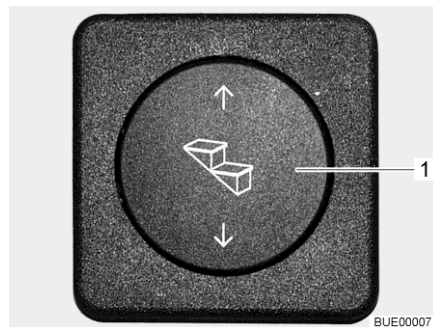

Bild 2 Reglage fotsteg
- Köra ut: ■ Tryck nedtill på vippkontakten (Bild 2,1) tills fotsteget har körts ut helt.
- Köra in: ■ Tryck upptill på vippkontakten (Bild 2,1) tills fotsteget har körts in helt.